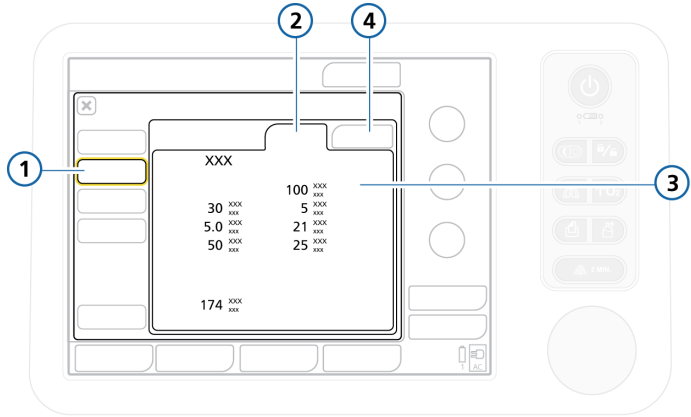

图 I-10. 模式控制配置
7. 触摸 **Vt/IBW** (或者新生儿的 **Vt/Weight**) 以设置每个 IBW 或体重 (新生儿) 的潮气量。请参阅图 I-10 和 I-11。